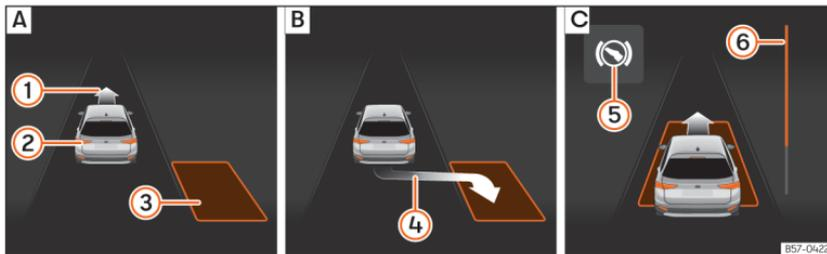
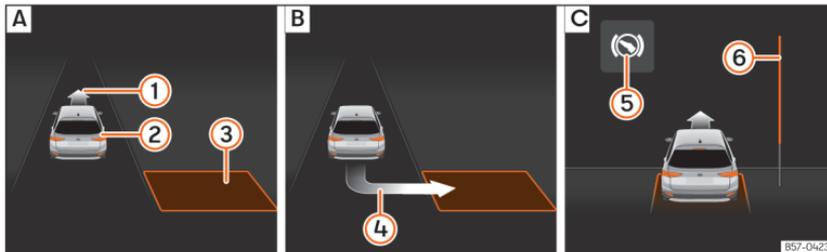

Fig. 141 No ecrã do painel de instrumentos: estacionar em paralelo. **A**: Procurar um lugar de estacionamento. **B**: Posição para estacionar. **C**: Manobrar.
Fig. 142 No ecrã do painel de instrumentos: estacionar em espinha. **A**: Procurar um lugar de estacionamento. **B**: Posição para estacionar. **C**: Manobrar.
para estacionar >>> **Fig. 141 B** ou >>> **Fig. 142 B**. O lugar foi considerado “apropriado” se no ecrã do painel de instrumentos aparecer a indicação de estacionar ④.
- Retroceda até o sinal contínuo do ParkPilot soar; **OU:** retroceda até aparecer a indicação de marcha à frente no ecrã do painel de instrumentos »» Fig. 141 [C] ou »» Fig. 142 [C]; **OU:** retroceda até aparecer a mensagem **Park Assist finalizado** no ecrã do painel de instrumentos. A barra de progresso ⑥ indica a distância a percorrer.
- Carregue no pedal do travão até o sistema de estacionamento assistido terminar de realizar as rotações do volante; **OU:** até o símbolo ⑤ no ecrã do painel de instrumentos se apagar.
- Faça marcha à frente até soar o sinal contínuo do ParkPilot; **OU:** faça marcha à frente até aparecer a indicação de fazer marcha-atrás no ecrã do painel de instrumentos. O sistema de estacionamento assistido manobra o veículo em frente e em marcha-atrás até centrá-lo no lugar »» Fig. 141 [C] ou »» Fig. 142 [C].
A barra de progresso »» Fig. 141 ⑥ e
»» Fig. 142 ⑥ mostra simbolicamente no ecrã do painel de instrumentos a distância relativa que ainda falta percorrer. Quanto maior for a distância, mais cheia está a barra de progresso. Ao circular em marcha à frente, o conteúdo da barra de progresso diminui para cima, e ao circular marcha-atrás, diminui para baixo.